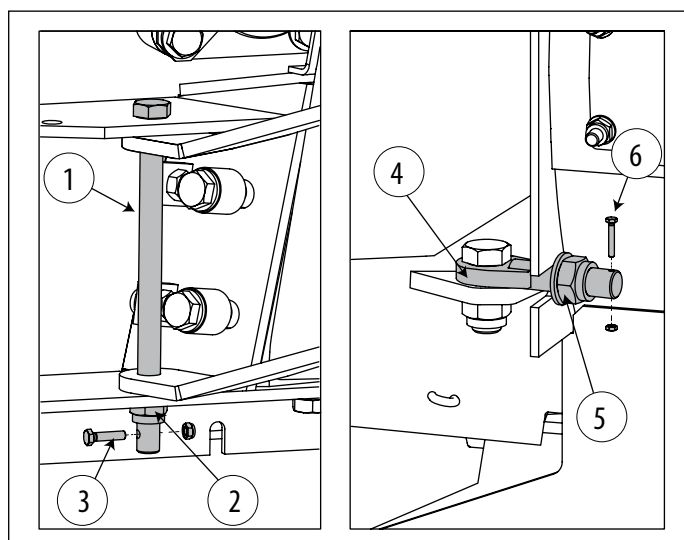

Fig. 4. Montage de l'alimenteur
1. Montez l'unité d'alimentation du côté gauche de la déchiqueteuse avec une vis de serrage M16x240 (1) et un contre-écrou M16 (2). Insérez la vis M6x25 (3) dans l'orifice de la vis de serrage et serrez. Faites pivoter l'unité d'alimentation. Insérez la vis de serrage (4) de l'unité d'alimentation dans la rainure de la déchiqueteuse et verrouillez l'unité d'alimentation avec le contre-écrou M20 (5). Insérez la vis M4x25 (6) dans l'orifice de la vis de serrage et serrez. Voir la fig. 4.